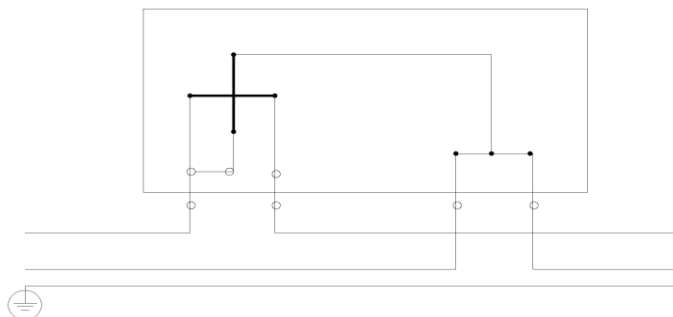

Рис. 1.1
1.2 Счетчик подключают согласно схеме приведенной в его техпаспорте (рис.1.1), предварительно выбрав необходимое сечение провода из предоставленной к документации сметы (согласно плану), исходя из максимально возможной нагрузки, которая может проходить через прибор. При подключении многожильного кабеля концы жил необходимо обжимать в наконечниках, чтобы улучшить качество контакта. Если жилы провода монолитные, то данная процедура пропускается.